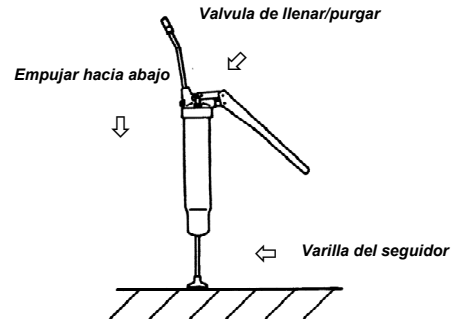

Figure 5
- 5) Purgue el aire de la grasa (véase Fig 5)
2) Apoye la manija de la varilla del seguidor sobre una superficie plana, empuje el engrasador con firmeza y a la vez mantenga abierta la válvula de llenar/purgar (fig 5)